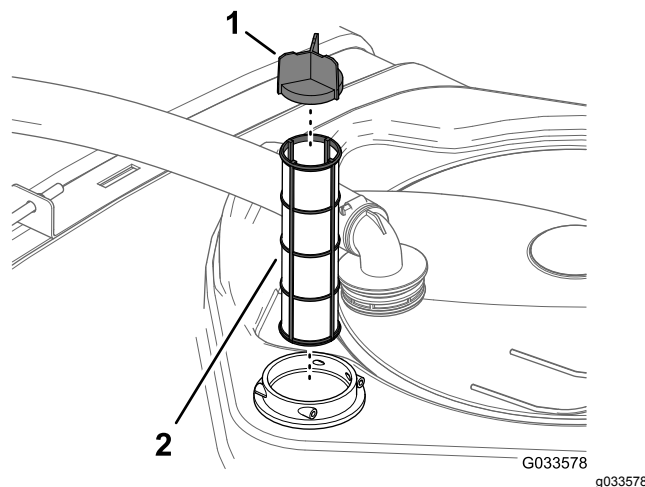

Рисунок 100
4. Извлеките старый фильтр линии всасывания из его корпуса в баке (Рисунок 100).